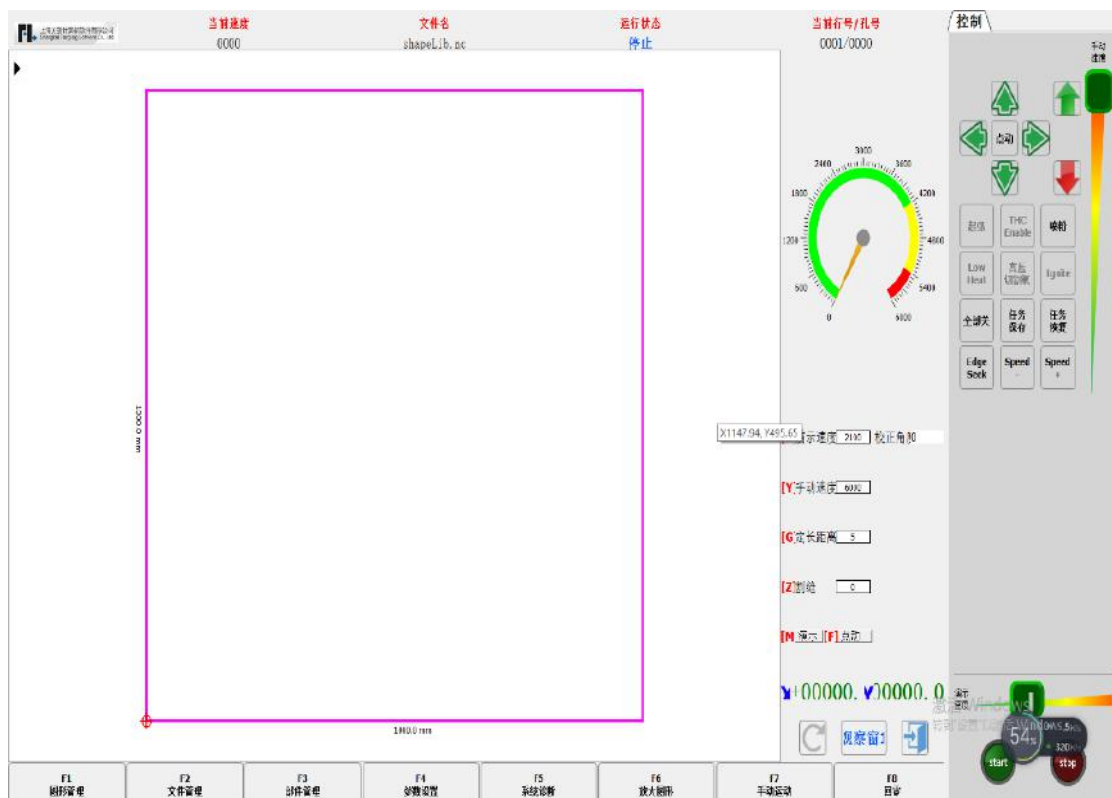

图 13.8 F7600 系列主界面
- 在桌面打开 F7600 软件，操作套料加工软件，如图 13.8 所示：